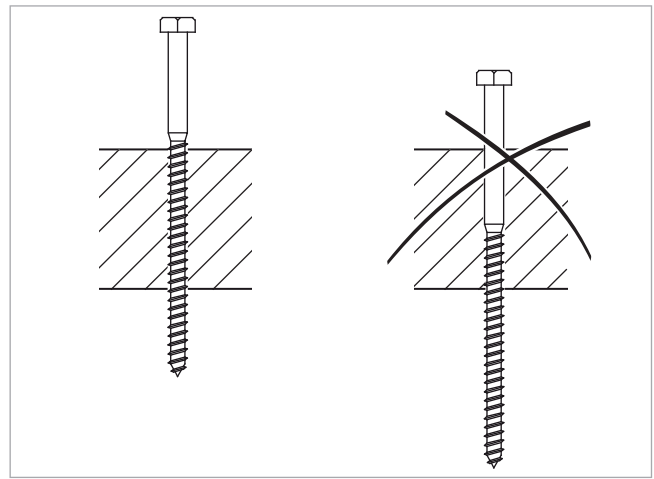

Fig. 48: Posição do parafuso de rosca dupla na madeira
- 2 Posição do parafuso → Fig. 48